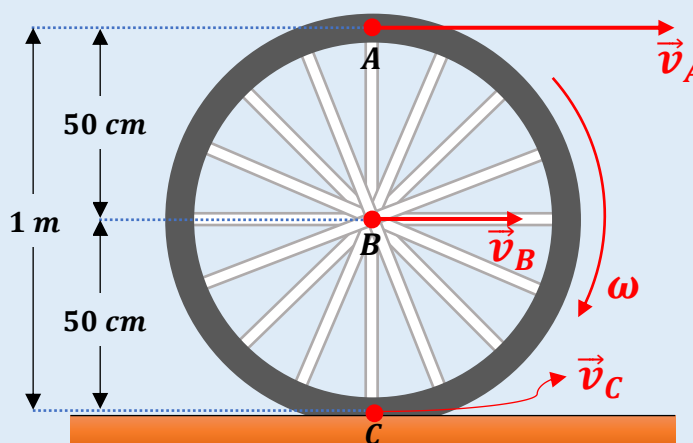

Figura 7.14: Exercício Proposto 7.01 – Roda homogênea de raio 50 cm descrevendo um movimento de rolamento.
7.01 – A **Figura 7.14** a seguir mostra uma roda homogênea de raio $R = 50\text{ cm}$ em movimento de rolagem com velocidade angular constante. Considere a frequência de giro da roda igual $1,5\text{ Hz}$, $\pi = 3,14$ e calcule a velocidade angular da roda, além da velocidade linear para os pontos **A**, **B** e **C** da imagem.